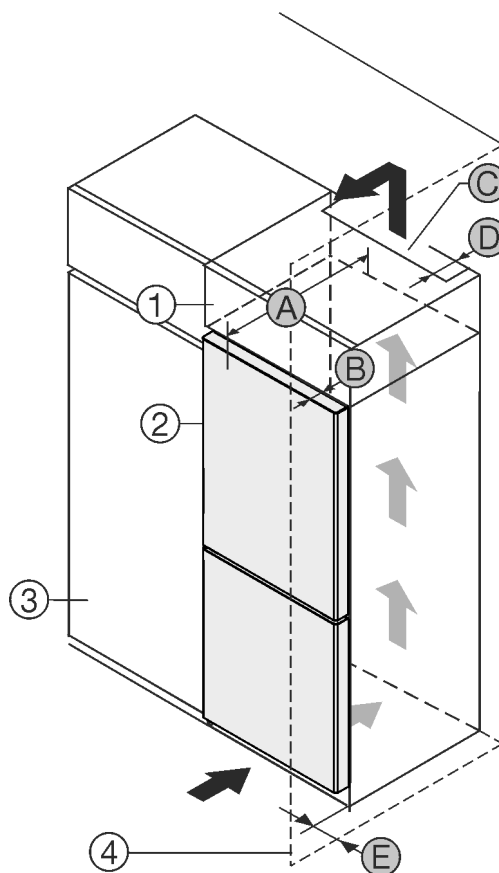

Fig. 1
- (1) Nastavná skříňka*
- (2) Příklad*
- (3) Kuchyňská skříň*
- (4) Stěna*
- (5) Hloubka přístroje*
- (6) Hloubka dvířek*
- (7) Větrací průřez*
- (8) Vzdálenost zadní strany přístroje*
- (9) Vzdálenost k zadní straně přístroje*
Můžete přístroj nainstalovat přímo vedle kuchyňské skřínky Fig. 1 (3).*
Na zadní straně nastavné skřínky musí být větrací šachta hluboká Fig. 1 (7) přes celou šířku nastavné skřínky.*
Pod stropem místnosti musí být dodržen větrací průřez Fig. 1 (7).*
Když přístroj instalujete závěsy vedle stěny Fig. 1 (4), musí být vzdálenost mezi přístrojem a stěnou minimálně 13 mm.*
Když přístroj instalujete závěsy vedle stěny Fig. 1 (4), musí být vzdálenost mezi přístrojem a stěnou minimálně 20 mm.*
Aby bylo možné dvířka plně otevřít, musí přístroj přesahovat o hloubku dvířek *Fig. 1 (B)* vůči přední linii kuchyňské skříňky. V závislosti na hloubce kuchyňských skříněk *Fig. 1 (3)* a použití vymezovačů odstup od stěny může přístroj vyčnívat dále.*